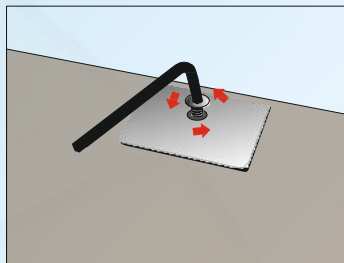

рис. 1
- шестигранным ключом (воротком) открутите винты крепления петель к стеклу (рис. 1) извлеките петли из стекла (рис 1.1).